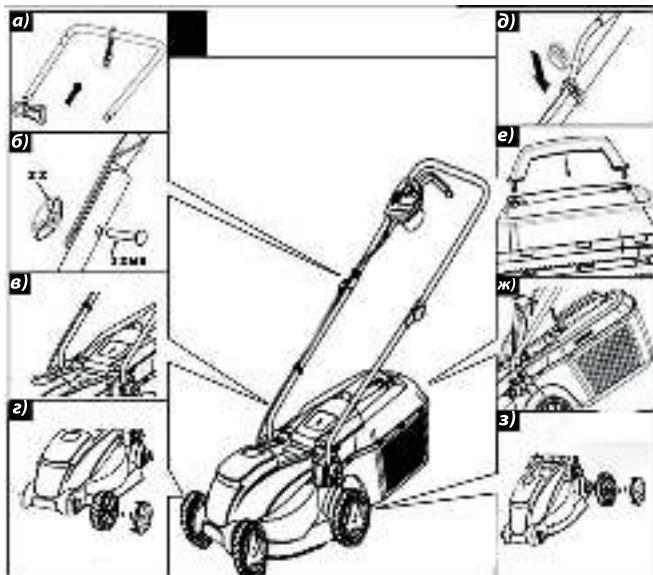

Рис. 2
## Сборка электрической газонокосилки (Рис. 2)
1. Повесьте крючок для кабеля на верхнюю часть ручки (Рис. 2а).
2. Соедините верхнюю и нижнюю часть ручки болтами и пластико-выми гайками-барашками из комплекта поставки (Рис. 2б).
3. Вставьте концы ручки в корпус газонокосилки (Рис. 2в).
4. Установите каждое колесо на ось и закрепите их с помощью шплинтов из комплекта крепежа (Рис. 2г).
5. Закрепите силовой кабель на ручке с помощью пластиковых фиксаторов (Рис. 2д).
6. Соберите травосборник из 2-х половинок, вставив фиксаторы половинок до щелчка. Закрепите ручку травосборника сверху. (Рис. 2е).
7. Вставьте травосборник в корпус газонокосилки , закрепив на выступах в задней части корпуса (Рис. 2ж).
8. Закрепите защитные колпаки, вставив их в колеса (Рис. 2з).